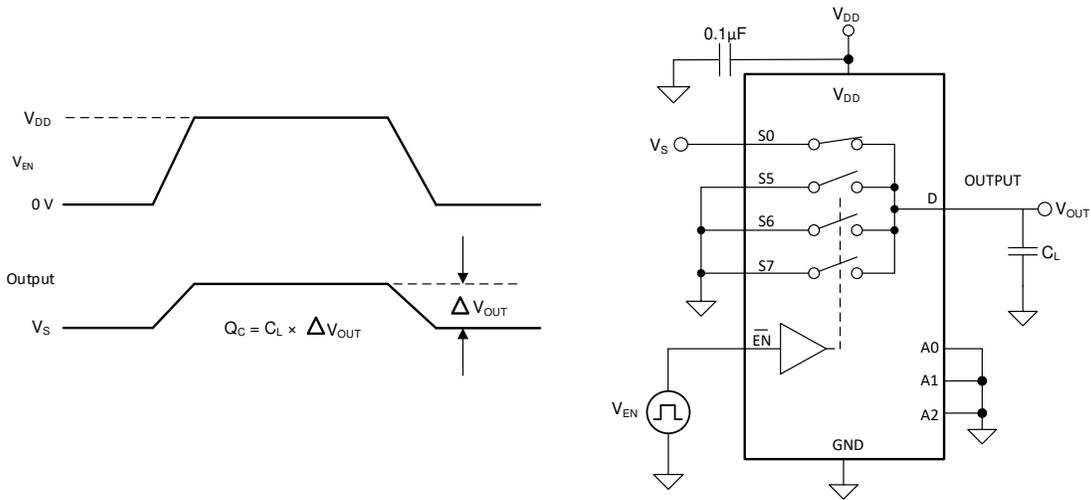

図 7-7. 電荷注入測定時の設定
TMUX1308-Q1 デバイスと TMUX1309-Q1 デバイスは、伝送ゲートトポロジを採用しています。NMOS トランジスタと PMOS トランジスタの間で容量の不一致がある場合、ゲート信号の立ち下がりエッジまたは立ち上がりエッジにおいて、ドレインまたはソースに電荷が注入されます。デバイスのソースまたはドレインに注入される電荷の量を電荷注入と呼び、 Q_C という記号で表します。図 7-7 に、ソース (S_x) からドレイン (D) に向けた電荷注入の測定に使用する構成を示します。